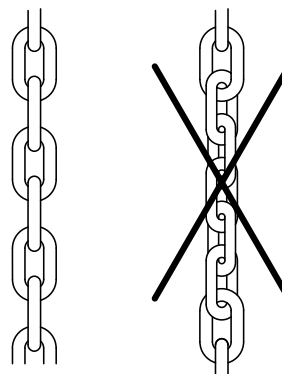

Fig. 2: Modificación la cadena
## MODIFICACION DE LA CADENA (Fig. 2)
- Al modificar la longitud de la cadena se ha de tener cuidado para que no se gire sobre si misma. (Fig. 2).